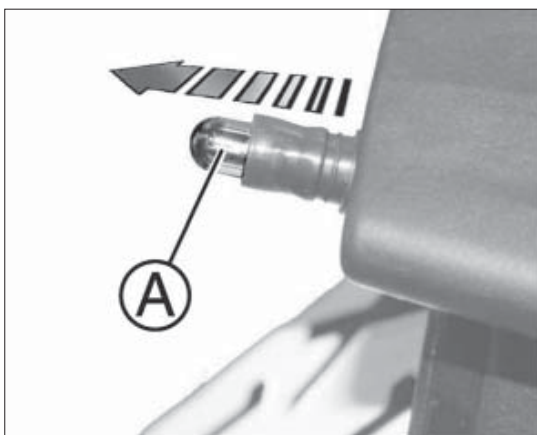

fig. 6
- scollegare la lampada A fig. 6 dal portalampada.
- sostituire la lampada danneggiata e ricollegare la nuova lampada al portalampada A fig. 6, accertandosi che sia ben inserita;